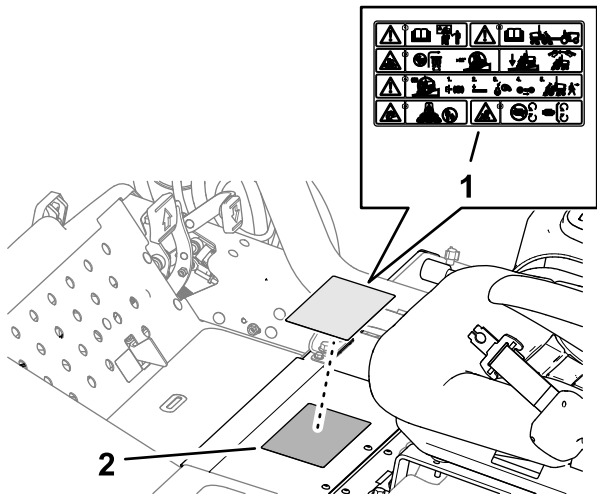

図 23
1. 標準警告デカルをアルコールできれいに拭いて乾燥させる図 23。
2. CE デカル P/N 121-7928 の裏紙をはがし、図 23のように標準デカルの上から貼り付ける。